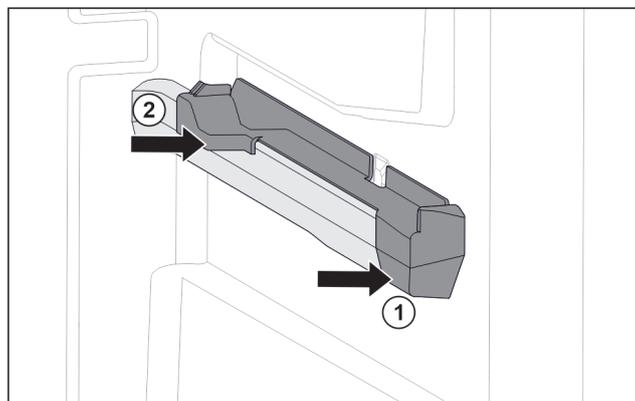

Fig. 115 Elemento inseribile sulla nervatura destra del contenitore
- Posizionare l'elemento inseribile sulla parte anteriore della nervatura del contenitore. Fig. 115 (1)
- Premere l'elemento inseribile sulla parte posteriore. Fig. 115 (2)